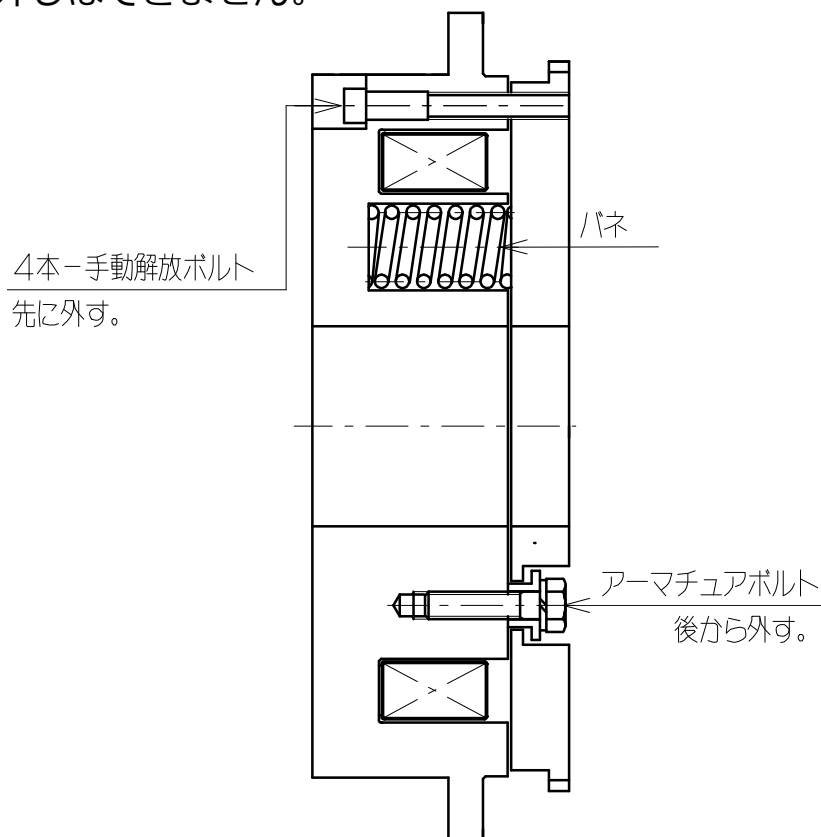

図4. 分解
- 1) 分解を始める前に必ず手動解放ボルト②（表1.）を用い、クラッチを解放してから、分解して下さい。
- 3) 摩擦板一式（ディスク、アウト⑨、ディスク、インナ⑮、ディスク、エンド⑪）を分解あるいは新品と交換する時は図4のようにフィールド ASSY①とアーマチュア⑰をハブ、フィールド⑤から取外し後行なって下さい。